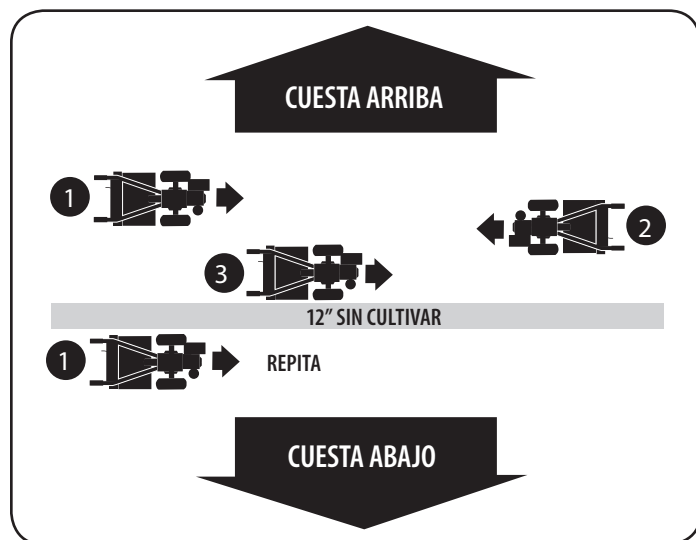

Figura 20
- Para crear una terraza, comience en la cima de la pendiente y trabaje hacia abajo. Recorra la primera hilera hacia atrás y hacia adelante. Vea la Figura 20.